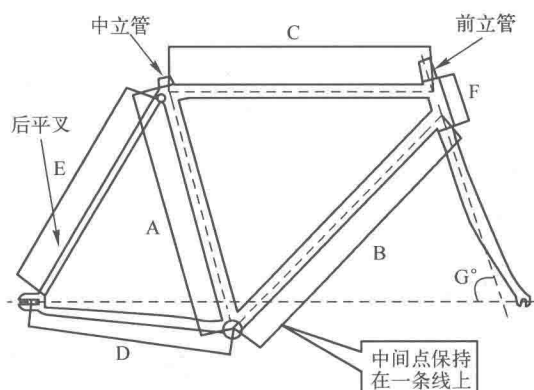

图 1-2 安装电动自行车车架
(1) 安装车架,保持前立管、中立管和后平叉的中间点保持在一条线上,如图 1-2 所示。